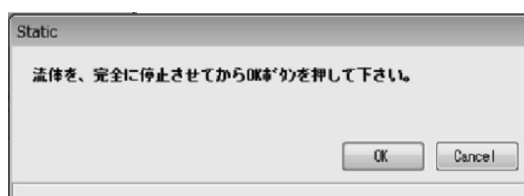

図117
- ① メニューの「Diag/Service(T)」をクリックし、「Test/Status」のドロップダウンリストの中から、「Installation」を選び、さらにその下の「Static」を再度クリックします。
- ② 次のウィンドウ(図117)が表示されます。ここでは静的機器設置状態チェックを行います。流体を完全に停止させた後、「OK」をクリックして下さい。